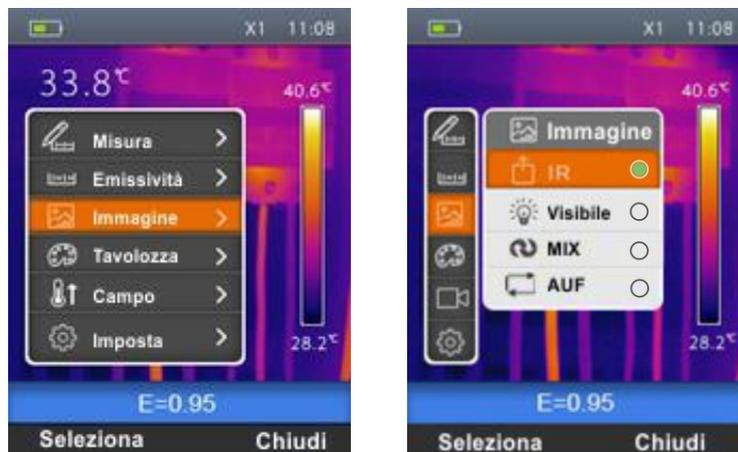

Fig. 22: Selezione visualizzazione dell’immagine
1. Selezionare la voce “Immagine.” con i tasti  $\oplus$  o  $\ominus$  e premere il tasto  $\left. \begin{array}{l} \text{---} \\ \text{---} \\ \text{---} \end{array} \right\}$ . La videata di Fig. 22 – Parte destra è mostrata a display
Nella Fig.22 lo strumento mostra la visualizzazione con tavolozza “Ferro” (vedere 5.2.5) nei punti dell’immagine aventi temperatura compresa tra 22.0°C e 37.0°C e visibile nei punti esterni a tale intervallo.